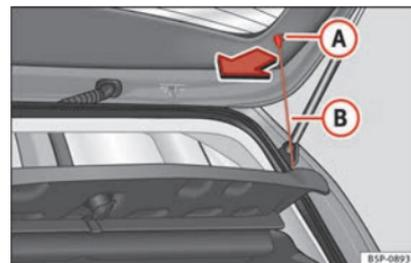

Fig. 103 Pianale portaoggetti.
– Sganciare i tiranti »» fig. 103 B) dagli alloggiamenti A).